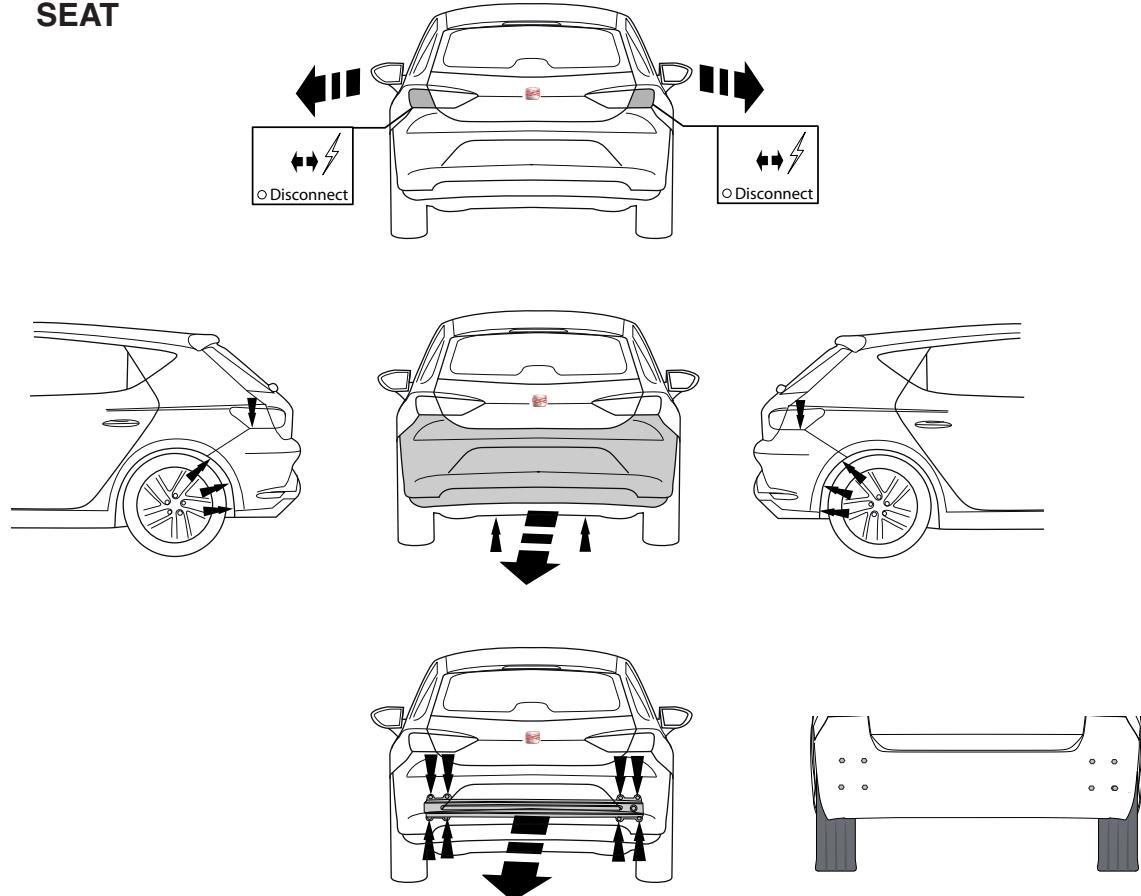

Fig. 1
3. Закрепить баксирный крюк на шасси. См. рисунок 1 / 1a-2 и 3.